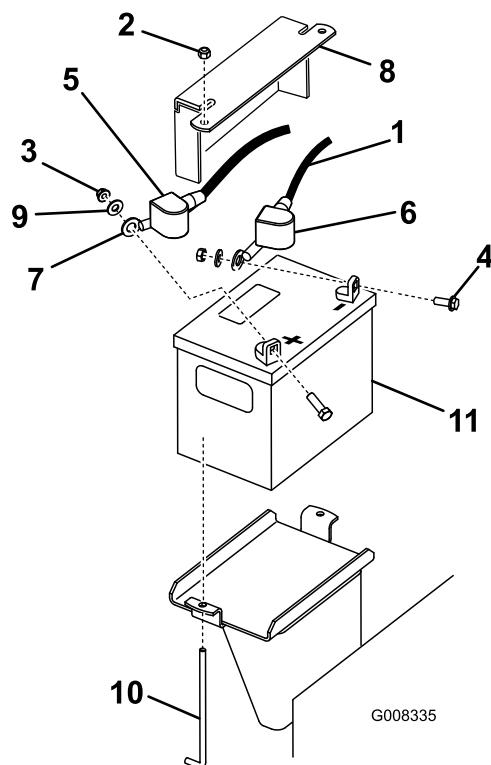

Figura 53
3. Levante la cubierta de goma negra del cable negativo. Desconecte el cable negativo del borne negativo (-) de la batería (Figura 53).
4. Retire la cubierta de goma roja del borne positivo (rojo) de la batería. Luego retire el cable positivo (rojo) de la batería (Figura 53).
5. Retire la pletina de sujeción, los pernos en J y las contratuerca que fijan la batería (Figura 53). Retire la batería.
1. Usando las fijaciones que retiró anteriormente, conecte el cable positivo (rojo) al borne positivo (+) de la batería (Figura 53).
3. Usando las fijaciones que retiró anteriormente, conecte el cable negativo (negro) al borne negativo (-) de la batería (Figura 53).
4. Sujete la batería con la barra y las tuercas de orejeta (Figura 53).